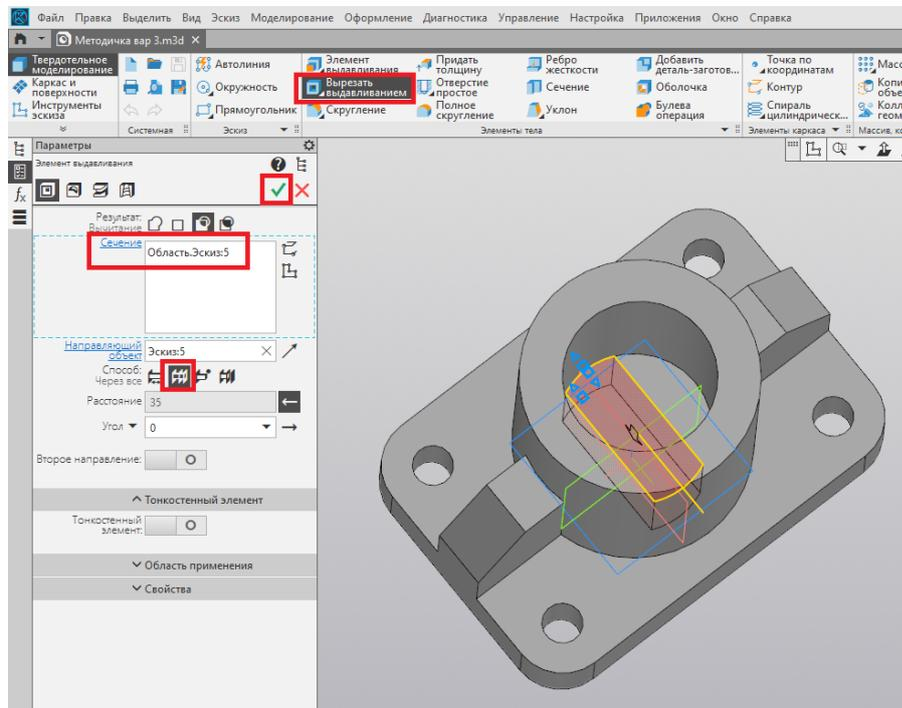

Рис. 157
29. При помощи команды «Вырезать выдавливанием» вырезаем насквозь полученный контур. Завершаем выполнение команды нажатием на зелёную галочку (рис. 157).